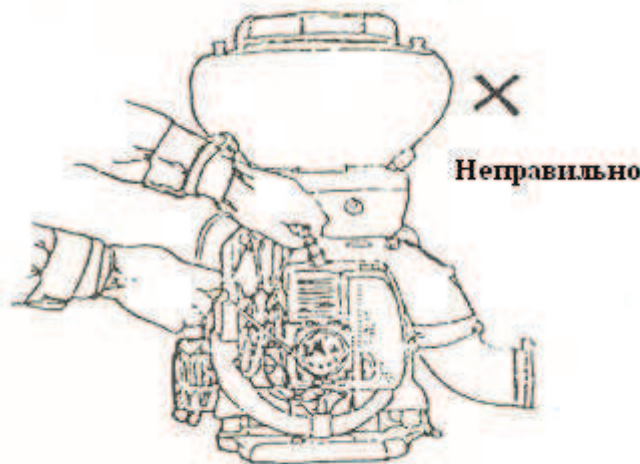

Рис. 15
1. Двигатель не запускается или запускается с трудом. Проверьте искру. Выкрутите свечу, поднесите ее к цилиндру. Потяните шнур стартера и посмотрите, чтобы между полюсами свечи появились искры. Тяните шнур стартера осторожно, не касайтесь металлической части свечи во избежание удара током. (См. рис. 15).